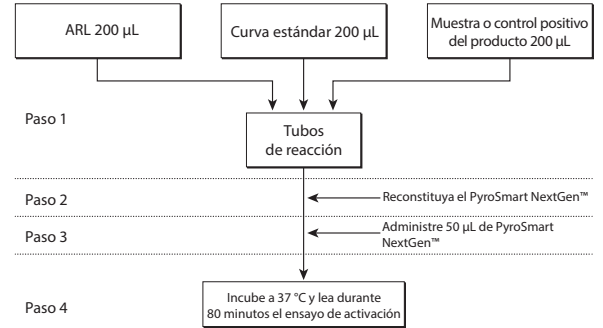

Figura 4: Esquema del procedimiento de análisis para ensayos de lector de tubos
- Prepare la ejecución del análisis como se indica en la figura 4. La configuración del análisis se describe con más detalle a continuación.